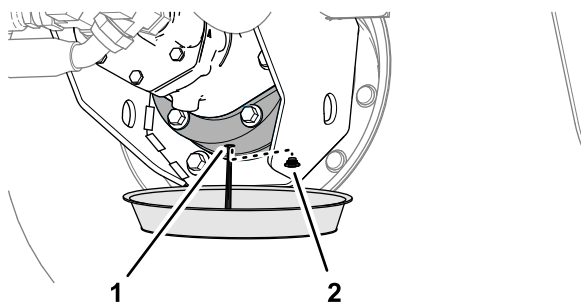

Figure 97
- Placez un bac de vidange sous le carter de frein, enlevez le bouchon de vidange et vidangez toute l'huile (Figure 97).